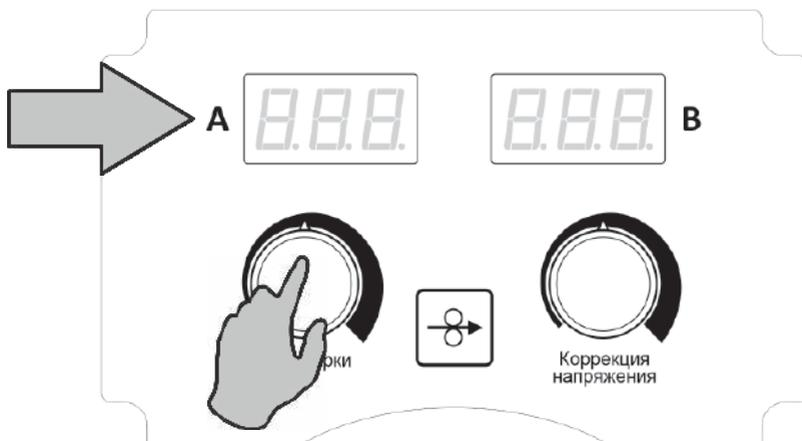

Рис. 8.8.1. Установка силы тока.
1. Установите значение силы сварочного тока (см. рис. 8.8.1) в зависимости от толщины свариваемого металла и диаметра проволоки. Чем больше сила тока, тем больше скорость подачи сварочной проволоки.